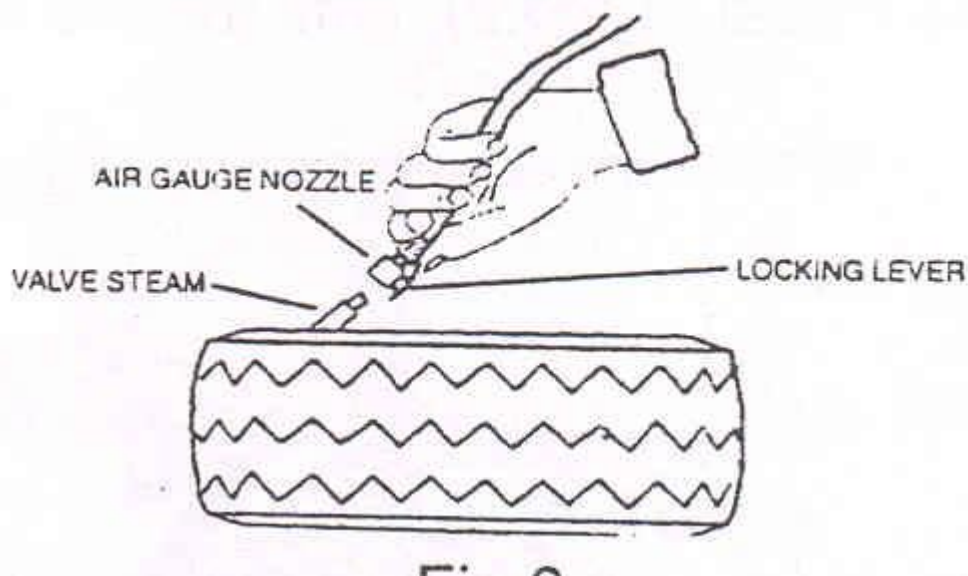

Рис. 8.
4. Во время подкачки постоянно проверяйте давление на манометре. Когда давление в покрышке достигло необходимого, снять наконечник и закрыть вентиль колпачком. Рис. 8.